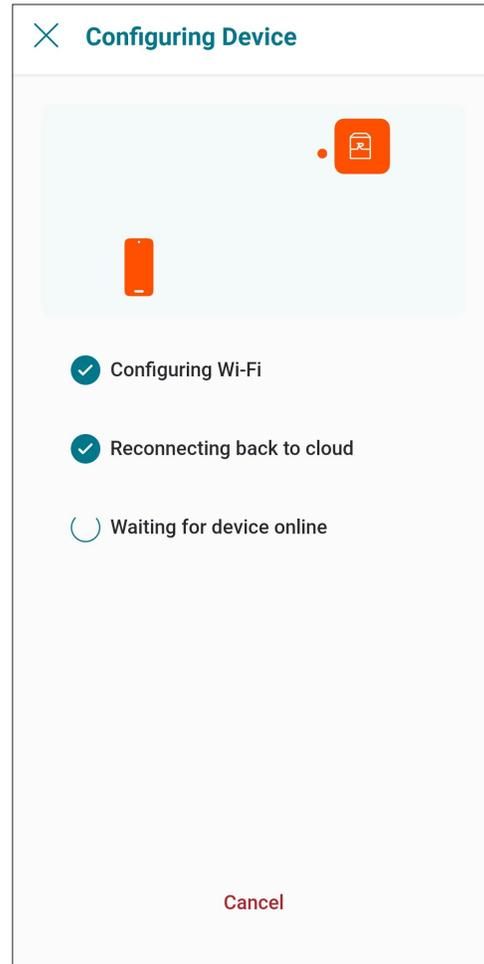

Figure 80. Configuration de l'appareil
7. L'application Raymote fournira les identifiants Wi-Fi à votre appareil. Cette opération peut prendre quelques secondes. Voir Figure 80.